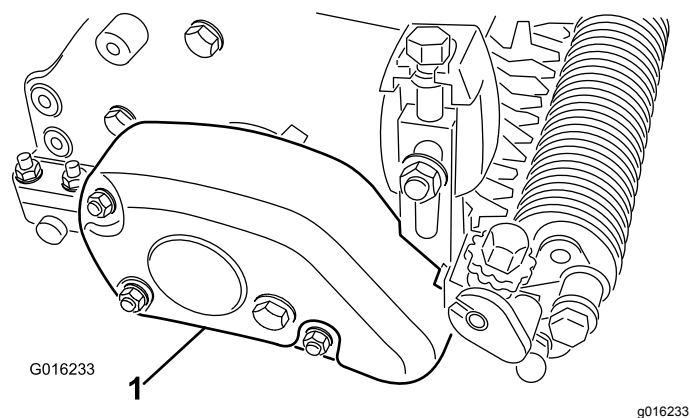

Figura 19
3. Monte a nova cobertura da correia no conjunto da caixa do rastelo com três porcas de bloqueio (Figura 19).